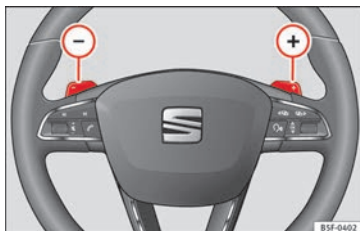

Fig. 204 Volante con dos levas para el Tiptronic.
- En el programa de conducción **D** o **S**, accione las levas del volante ➤ **fig. 204**.
- Tire de la leva derecha (+) ➤ **fig. 204** hacia el volante para subir de marcha.
- Tire de la leva izquierda (-) ➤ **fig. 204** hacia el volante para reducir.
• **O BIEN:** reduzca con las levas del volante » **fig. 204 »** **pág. 210.**